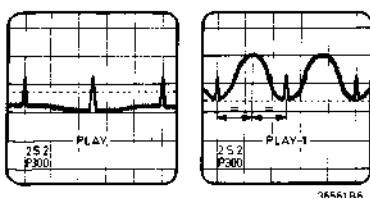

Fig. 2-2-17
- Wagenhöhe nun so einstellen, dass die Spannungsform am Oszilloskop möglichst flach ist. Es darf keine Einschnürung begegnen (Bild 2-2-17).
- Nun mittels der Neigung der Wagen mit dem Exzenterschlüssel in den Löchern B (siehe Bild 16) das Spannungsbild am Oszilloskop dahin einstellen, dass die Amplitude bei Ein- und Auslauf der Spur in gleicher Höhe und die Spitze in der Mitte liegt. Bild 2-2-17.